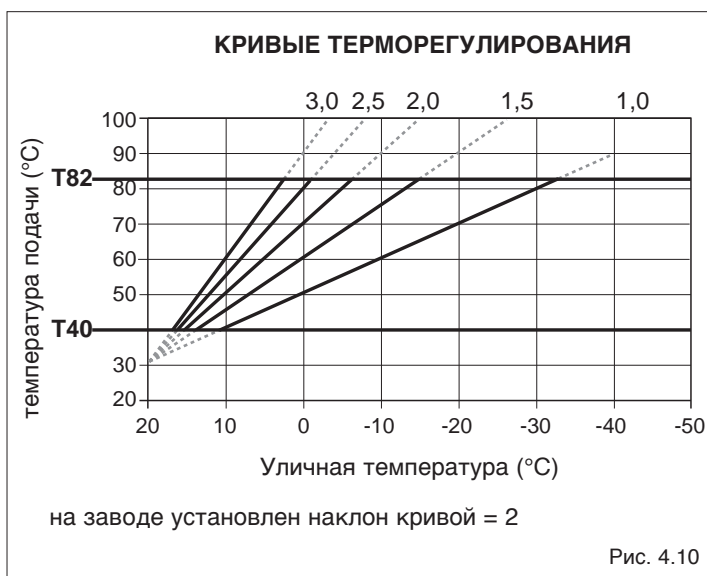
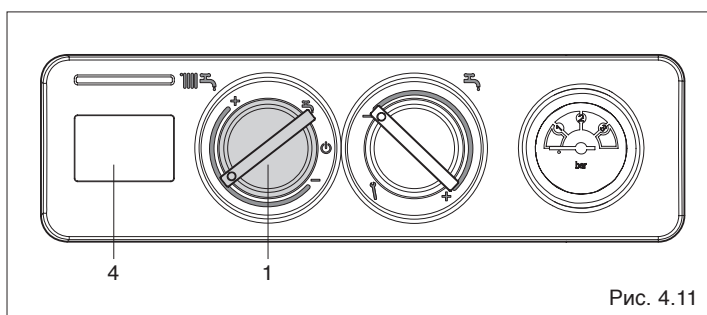

Рис. 4.10
Рис. 4.11
График зависимости заданной температуры в подающем трубопроводе от наружной температуры приведён на Рис. 4.10 он приведён для заданной температуры котла 20°C, когда переключатель (1, Рис. 4.11) находится в промежуточном положении.
На одной и той же кривой терморегулирования и для той же самой наружной температуры, в случае необходимости, можно изменять заданную температуру котла с помощью переключателя функций (1, Рис. 4.11).
При повороте переключателя (1, Рис. 4.11), на дисплее (4, Рис. 4.11) отображается заданная температура воды в подающем трубопроводе, которая зависит от наружной температуры, от заданной температуры котла и от выбранной кривой погодозависимого терморегулирования. После того как переключатель будет отпущен, через несколько секунд снова начнёт отображаться текущая температура котла.
Когда переключатель режимов работы находится в промежуточном положении (1, Рис. 4.11) не происходит корректировки заданной температуры воды в подающем трубопроводе, показанной на Рис. 4.10. Если возникнет необходимость изменить заданную температуру воды в подающем трубопроводе, для того чтобы повысить комфорт в помещениях, можно внести следующие корректировки:
- при повороте переключателя (1, Рис. 4.11) в сторону «-», заданная температура в подающем трубопроводе уменьшится;
- при повороте переключателя (1, Рис. 4.11) в сторону +, заданная температура